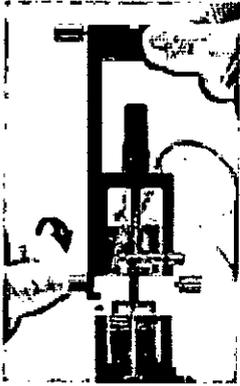

Figura 82
26. Sujete el soporte de guía a la plataforma de colocación del posicionador. (Ver Figura 82)